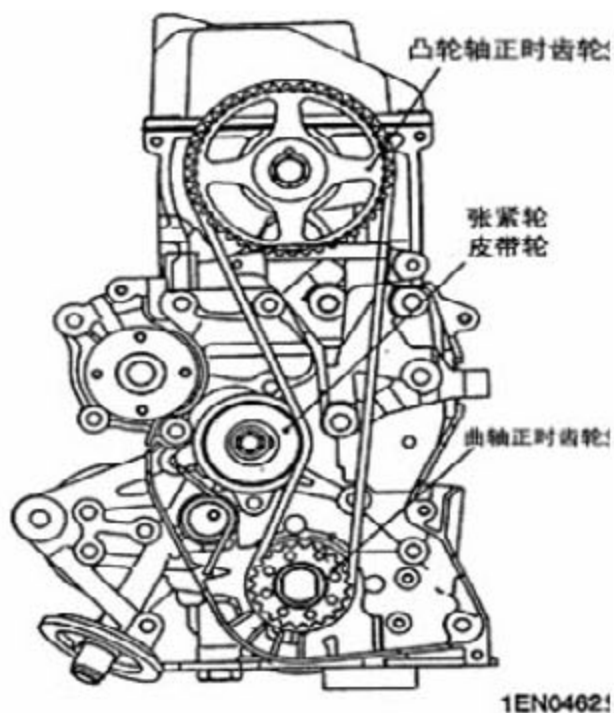

图 3-14
C). 使正时皮带的涨紧侧保持涨紧，并将正时皮带依次装入曲轴正时轮、凸轮轴正时轮和涨紧器皮带轮（见图 3-14）。
D).如图 3-14, 拧松涨紧轮安装螺栓 $1/4 \sim 1/2$ 圈, 使涨紧器弹簧的张力作用到正时皮带上。